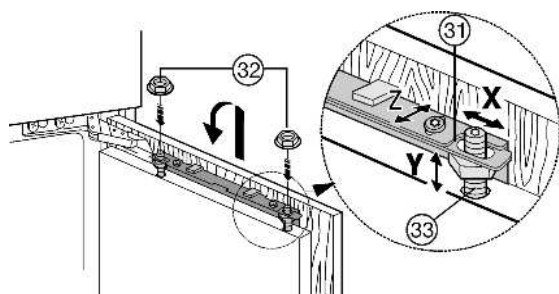

Fig. 22
- ▶ Навесьте мебельную дверцу на регулировочные болты Fig. 22 (33) и контргайки Fig. 22 (32) накрутите на регулировочные болты, не затягивая.
- ▶ Выравнивание мебельной дверцы по высоте и боковому наклону: с помощью отвертки установите положение регулировочными болтами Fig. 22 (33).
- ▶ Затяните контргаики Fig. 22 (32).